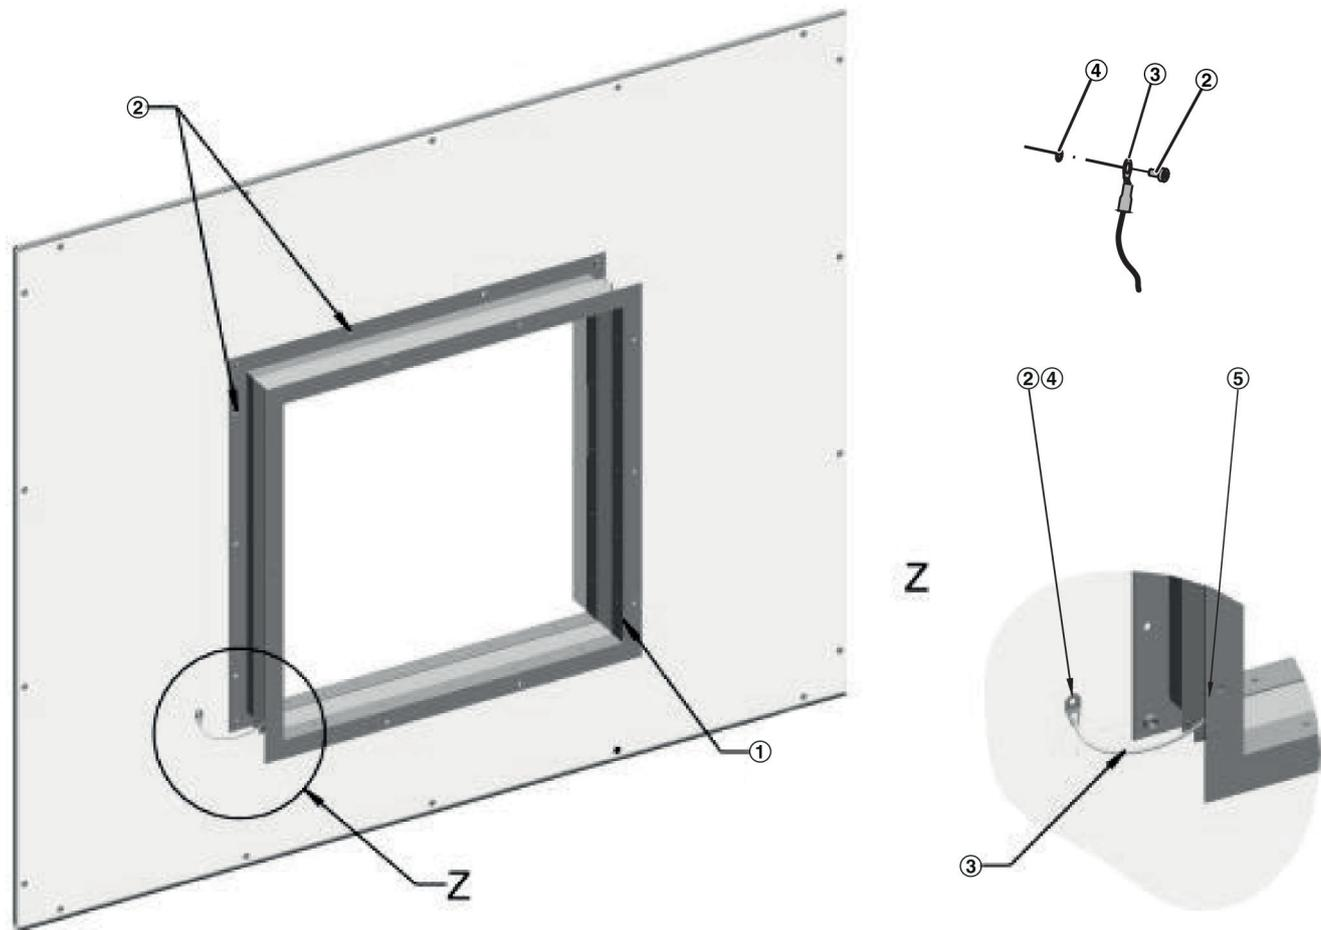

Abb. 15: Flexibler Anschlussstutzen
①	Flexibler Anschlussstutzen
②	Linsenkopfschraube (gewindefurchend)	M852AC6
③	Erdungskabel
④	Schnorrzscheibe	A00000055655
⑤	Schraubverbindung mit Sicherung gegen selbstlockern.	bauseits
1. ▶ Flexiblen Anschlussstutzen (Abb. 15 /1) mit Schrauben (Abb. 15 /2) am RLT-Gerät befestigen.
2. ▶ 1. Öse des Erdungskabels (Abb. 15 /3) mit Schraube (Abb. 15 /2) und Schnorrzscheibe (Abb. 15 /4) am Panel des RLT-Gerätes befestigen. Die 2. Öse elektrisch leitfähig an der Luftleitung befestigen und gegen selbstlockern sichern (Abb. 15 /5).